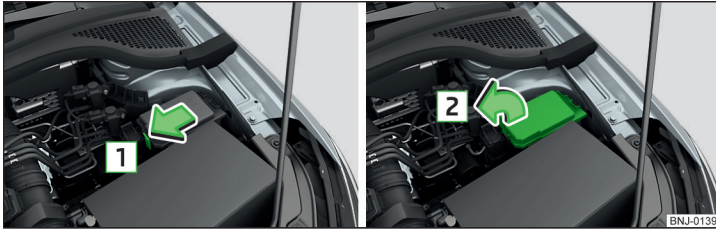

Abb. 203 Abdeckung abnehmen
- Die Verriegelungstaste der Abdeckung in Pfeilrichtung **1** drücken und die Abdeckung in Pfeilrichtung **2** abnehmen » Abb. 203.